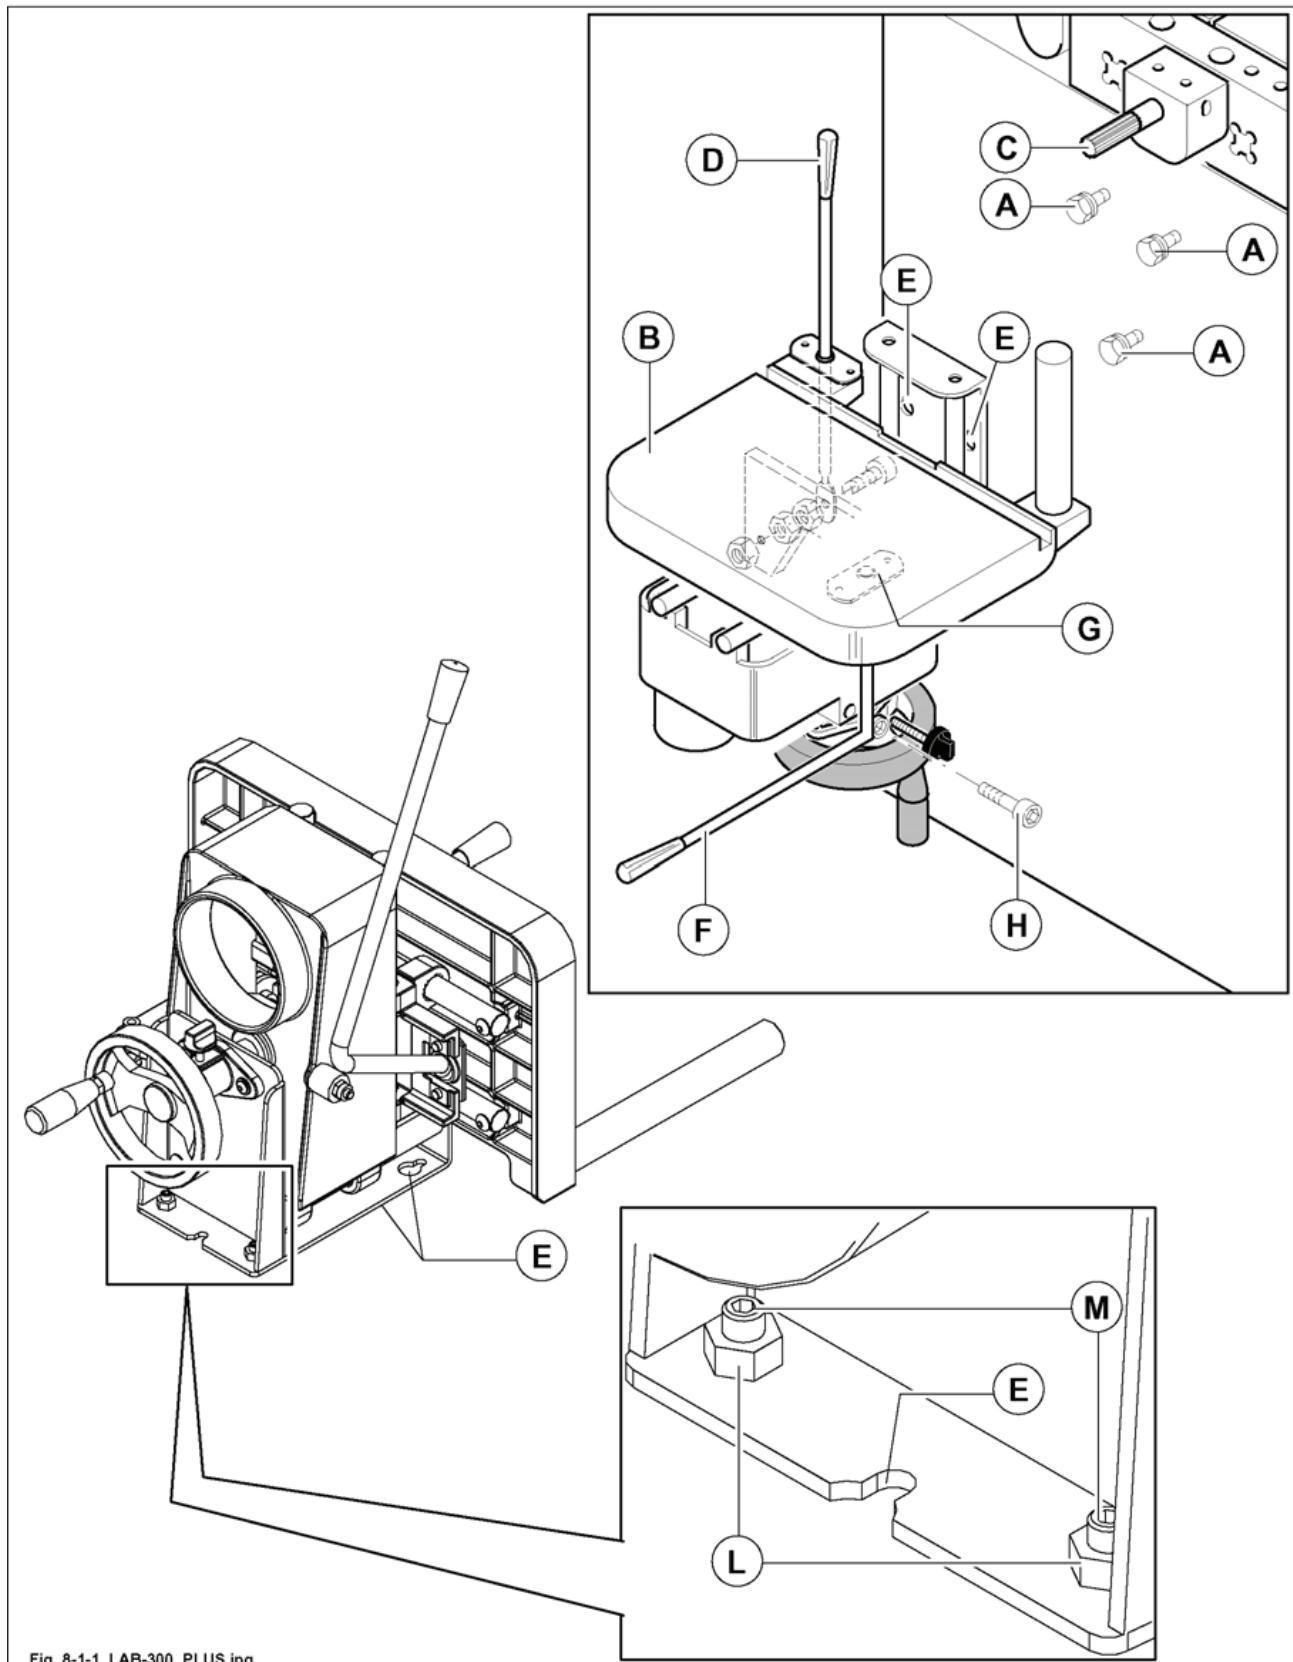

Рис. 8.1-1
- 1) Ввинтить болты А (рис. 8.1-1) в отверстия на станине станка.
- 2) Надеть пазовый узел В (рис. 8.1-1) на головки болтов А (рис. 8.1-1) в местах расположения трех отверстий Е (рис. 8.1-1).
- 3) Вставить рычаг F (рис. 8.1-1) в гнездо крепления G (рис. 8.1-1) и ввинтить болт H (рис. 8.1-1).
- 4) Закрепить рычаг D (рис. 8.1-1) болтом с гайкой.
- 5) Ослабить гайки L (рис. 8.1-1).
Завинтить болты А (рис. 8.1-1) до смыкания пазового узла со станиной. Отрегулировать параллельность стола относительно концевой фрезы С (рис. 8.1-1) (см. параграф 8.1.2 "Концевые фрезы пазового узла - установка") при помощи винтов М (рис. 8.1-1).
Проверить параллельность при различных положениях стола, перемещая стол В (рис. 8.1-1) посредством рычага D (рис. 8.1-1).
Затянуть гайки L (рис. 8.1-1).
- 6) После завершения регулировки затянуть болты А (рис. 8.1-1).